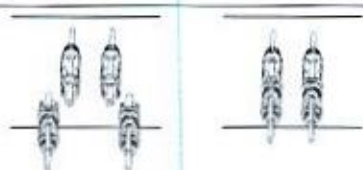

Figura 5.6 Conexão de Entrada DC
- d) Por fim, insira o conector DC na entrada positiva e negativa do inversor, conforme figura 5.6